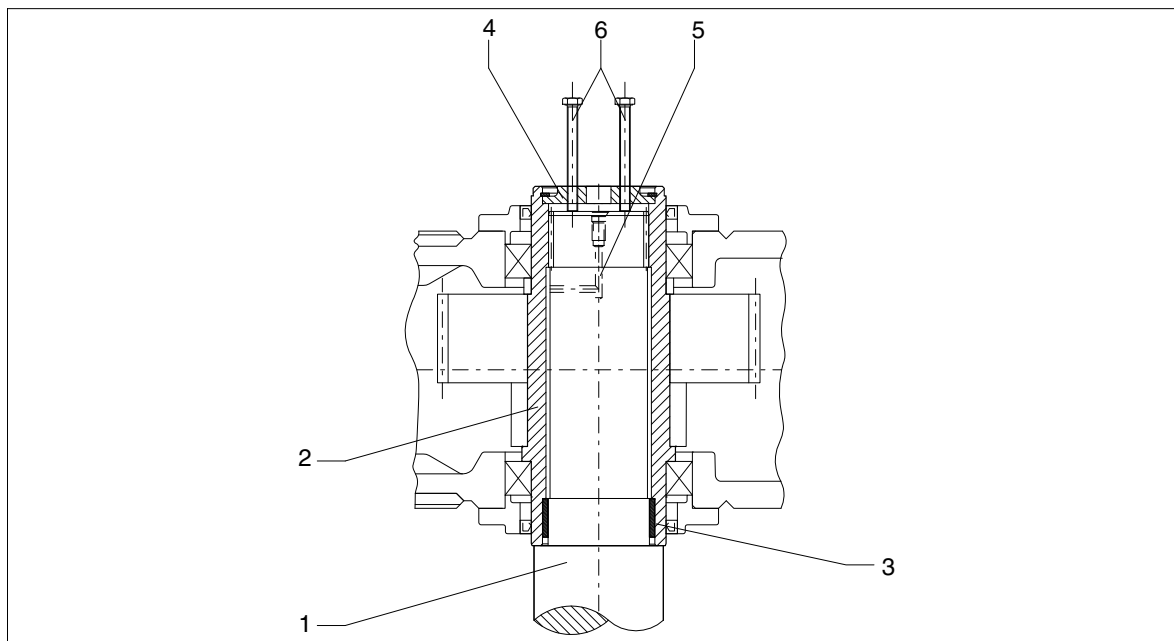

Figura 60: Eixo oco com perfil de cubo dentado, desmontagem através disco final
- através de parafusos extractores colocados em um disco final (ver figura 60) ou